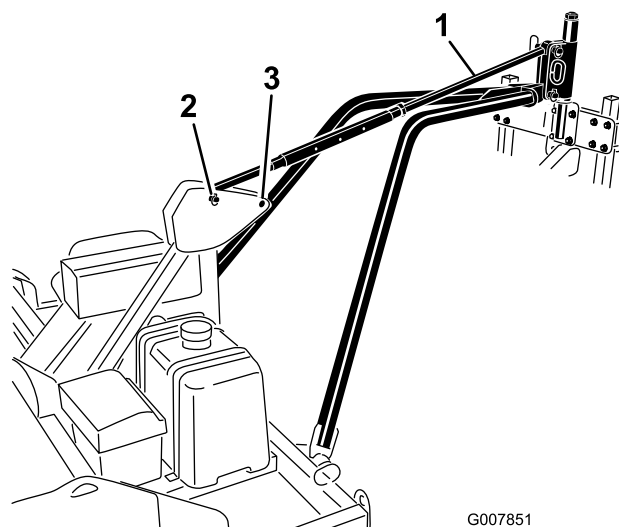

Figura 14
- Alinee el taladro de la placa de enganche del brazo de tiro con los taladros inferiores del enganche pivotante del aireador (Figura 14). Sujete la placa de enganche del brazo de tiro al enganche pivotante del aireador con un pasador de enganche y un pasador de seguridad.
- Sujete el mecanismo de regulación de la inclinación a los taladros superiores del enganche pivotante del aireador y el enganche pivotante del bastidor con pasadores de enganche y pasadores de seguridad (Figura 14).